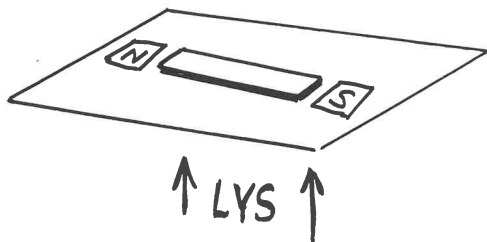

Fig. 1
1) En ikke for lang stangmagnet lægges direkte på overhead'en, polerne afmærkes med N og S skrevet på gennemsigtigt tape og et rektangulært glas- eller plasticar med ca. 2 cm høje kanter stilles oven på magneten. (se fig. 1 og 2).